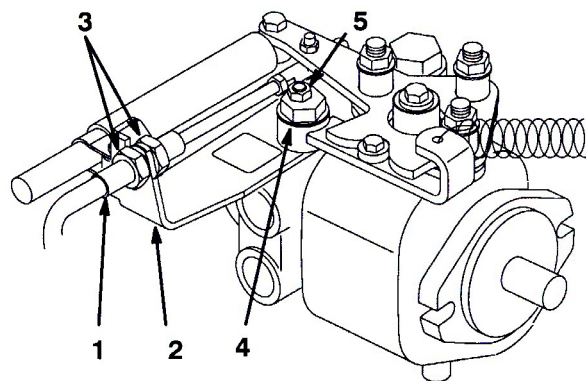

図50
- A. 走行ケーブルを油圧トランスミッションのバルクヘッドに取り付けているジャムナット (図50) を両方ともゆるめる。ジャムナットは調整ができるよう十
- B. 偏芯ナットをトランスミッション上部に止めているナット (図50) をゆるめる。
- D. どちらにも車輪が回らないように偏芯ナットを回して調整する。調整ができたら固定ナットを締める (図50)。スロットルSLOW およびFAST 位置で調整が正しいことを確認する。
- E. バルクヘッドのそれぞれの側から、ロックナットを均等にしめて、ケーブルを固定する (図50)。このときケーブルをねじらないように注意する。